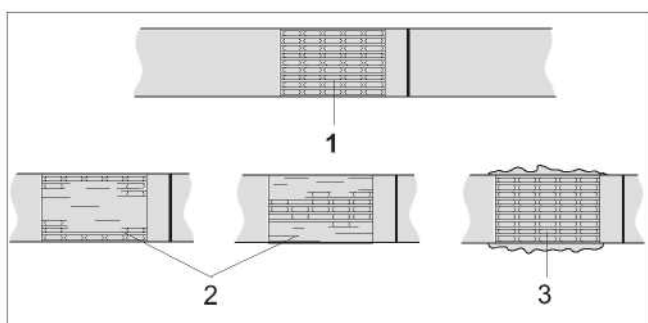

图12 检查摩擦熔接面
- 检查摩擦熔接面的外观（参考 fig. 12）应该是均匀平整的。如果熔接面情况不好，请检查熔接时间设置（参阅6.3.3节）。